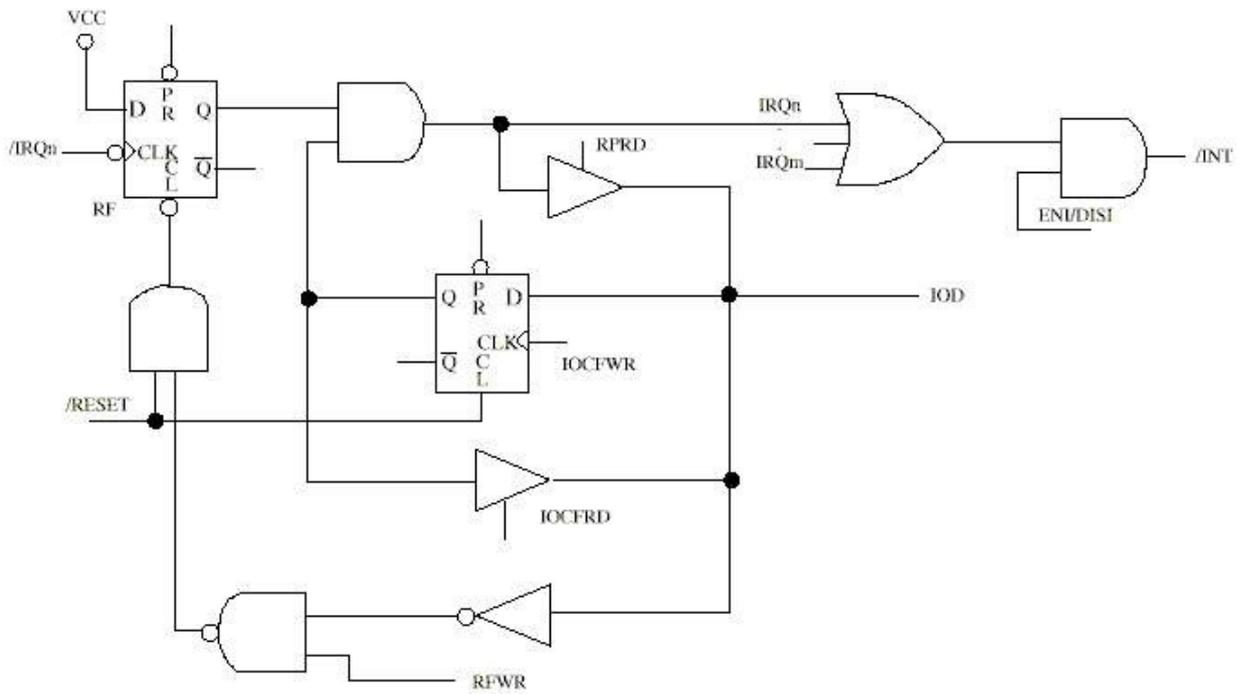

图 5-10 中断输入电路
当中断请求时，不管其相应中断屏蔽位的状态如何或者是否执行了 ENI 指令使能全局中断，中断状态寄存器 (RF) 中的相应标志位 (ICIF 位除外) 都将被置 1。注意，从 RF 寄存器读取的值是 RF 和 IOCF 的逻辑与的结果（参考图 5-10）。RETI 指令结束中断服务子程序并使能全局中断（执行 ENI）。